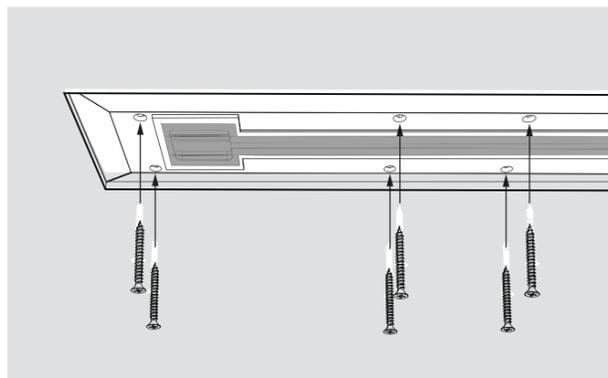

Abb. 3
4. Montieren Sie das Schienenmodul mit passenden Senkkopfschrauben in der Aussparung (Abb. 3). Ziehen Sie die Schrauben dem Material entsprechend vorsichtig an. Stellen Sie dabei auch die bündige Ausrichtung an der Decke sicher.